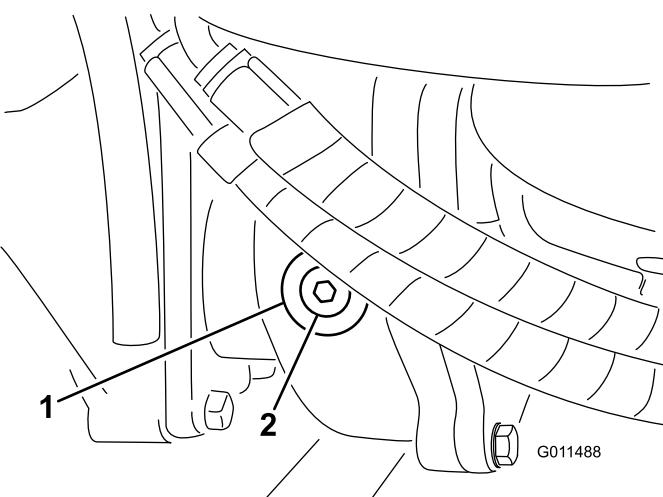

Figura 65
- Togliete il tappo di controllo/riempimento dal lato sinistro del riduttore e verificate che il lubrificante raggiunga la base del foro (Figura 65).